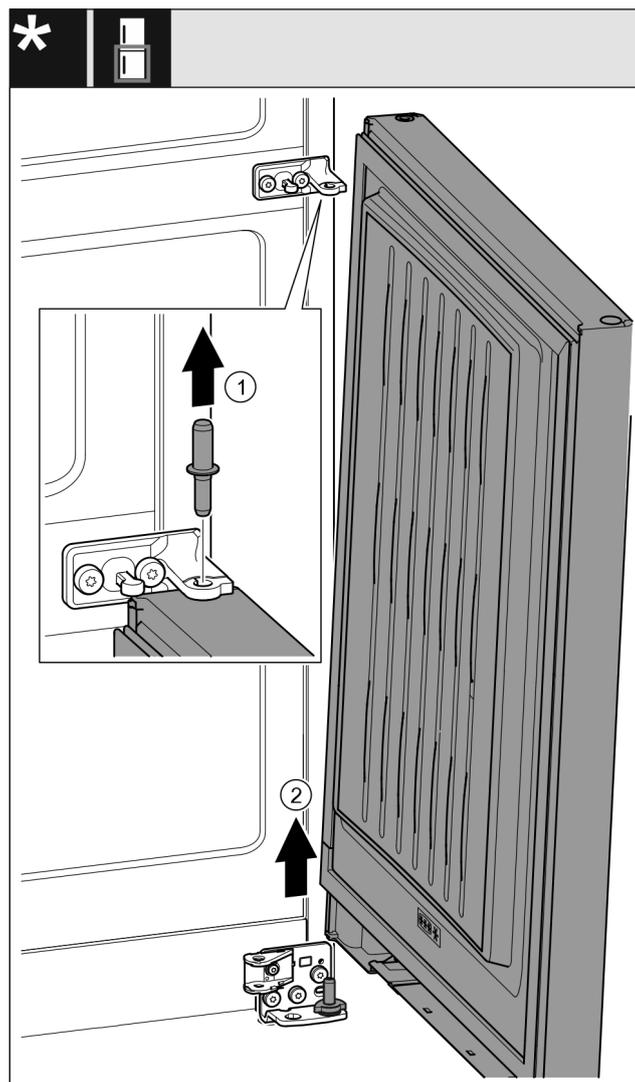

Fig. 23*
- ▶ Trekk boltene av oppover. Fig. 23 (1)*
- ▶ Sving ut døren, trekk den oppover og sett den til side. Fig. 23 (2)*